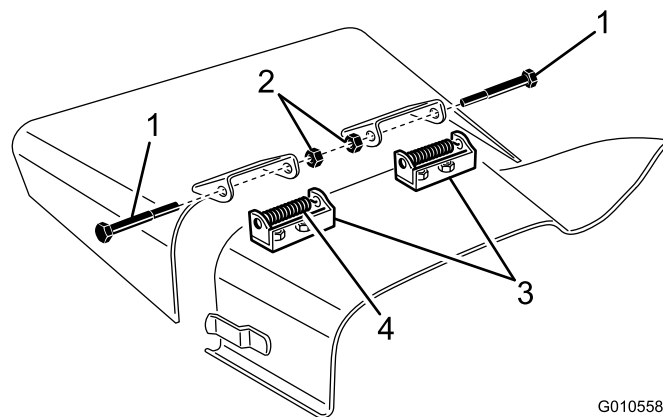

Figura 29
4. Retire los 2 tornillos de caperuza, las contratuercas y los muelles que sujetan los soportes del deflector a los soportes de giro (Figura 29).
5. Para retirar los soportes de giro, retire los pernos de cuello cuadrado y las tuercas (Figura 29).